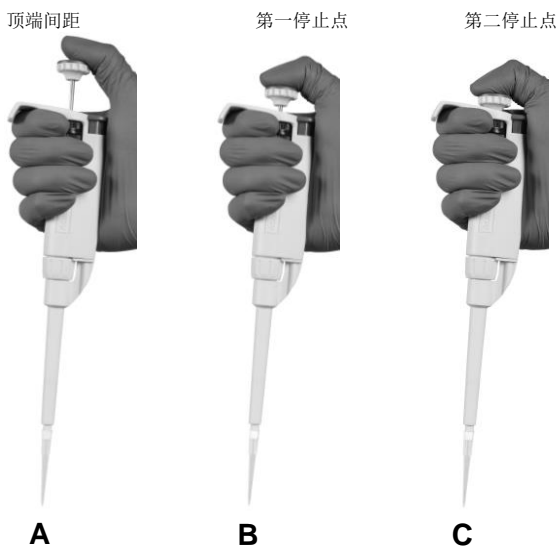

图 2. ACROSS Pro 操作示范
5. 垂直握住移液器，将吸头以合适深度浸入到样品，参见图2。